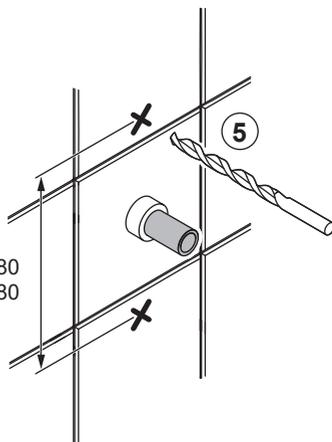

Fig. 1
Alla infästningar med skruv genom tätskikt ska tätas, se "Fig. 1" eller "Fig. 2". Material för tätning ska fästa mot underlaget och vara vattenbeständigt, mögelresistent och åldersbeständigt.
5. The screw mountings where the bath or shower will be installed should be of a sturdy design, for instance made of concrete, wooden studs, wooden noggings or a design that has been tested and approved for mounting. If mountings are fitted with screws through the moisture barrier, the holes must be sealed. See "Fig. 1" or "Fig. 2". The sealant material must attach firmly to the underlying surface and be water-resistant, mould-resistant and non-ageing.
5. Skrueinnfestinger på steder for bad eller dusj skal gjøres i betong eller annen massiv konstruksjon, trebjelker, trestendere eller i konstruksjon som er testet og godkjent for innfesting. Alle innfestinger med skrue gjennom tettesjikt skal tettes, se "Fig. 1" eller "Fig. 2". Materialet for tetting skal feste mot underlaget og være vannbestandig, muggeresistent og aldersbestandig.
5. På badeværelser eller i brusekabiner skal skruerne fastgøres i beton eller anden massiv konstruktion, tværbjælker eller løsholter af træ eller i en konstruktion, som er testet og godkendt til fastgørelse. Alle skruerfastgørelser gennem membraner skal tætnes, se "Fig. 1" eller "Fig. 2". Materiale til tætning skal binde på underlaget og være vandbestandigt, mugresistent og ældningsbestandigt.